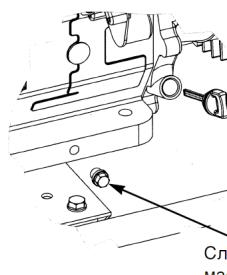

Рис. 5.
9.2.1. Расположить генератор строго горизонтально. Вывинтить щуп-пробку поз. 20 (рис. 1) из горловины картера, см. также рис. 5. Опустить в горловину сухой, чистый щуп и вытащить его - край смоченной маслом области
**9.5.1. На прогретом до рабочей температуры двигателе вывинтить пробку для слива масла поз. 19 (рис. 1), см. также рис. 5., поместив под сливным отверстием вспомогательную емкость. После прекращения истечения масла установить пробку на штатное место и затянуть.**